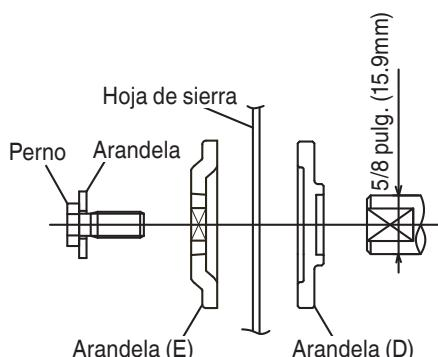

Fig. 34-d
- (7) Presione el bloqueador del huso y apriete el perno girándolo hacia la izquierda con la llave de accesoario estándar (llave de cubo de 10mm), como se indica en la Fig. 34-c.